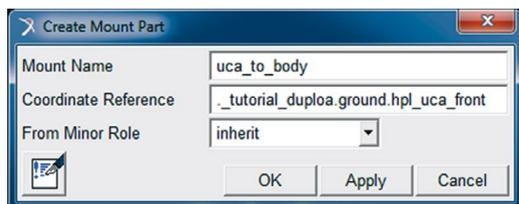

Figura 5.107 – Janela correspondente à criação do Mount “uca_to_body”.
- A janela *Create Mount Part* deverá ter seus campos preenchidos, conforme mostrado na Figura 5.107.
Ainda com relação a Figura 5.107, a coordenada de referência utilizada é o *Hardpoint* “*hpl_uca_front*”.